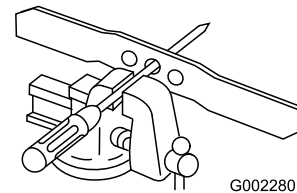

Bild 32
1. Prüfen Sie die Auswuchtung des Messers, indem Sie das mittlere Loch im Messer über einen Nagel oder einen Schraubenzieherschaft hängen, den Sie horizontal in einen Schraubstock einklemmen (Bild 32).